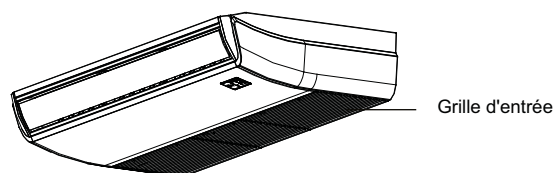

Fig.6-1
- Ouvrez la grille d'entrée d'air avec un tournevis ou quelque chose de similaire (voir Fig. 6-1)